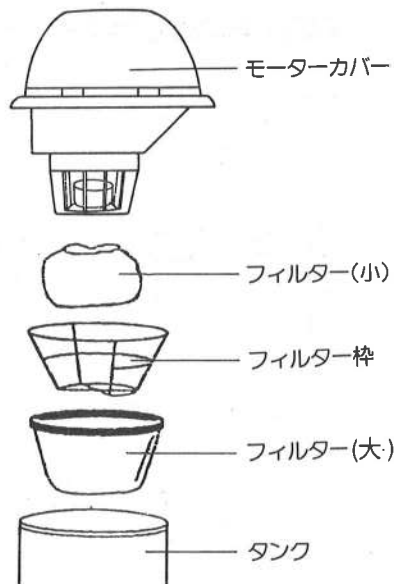

図3
- モーターカバー、フィルター(小)、フィルター枠、フィルター(大) は図3の様にセットしてください。
- ④フィルター(大) のゴム部は、タンクの上面に正確にセットしてください。ずれているとエアがもれて吸引力が弱くなります。